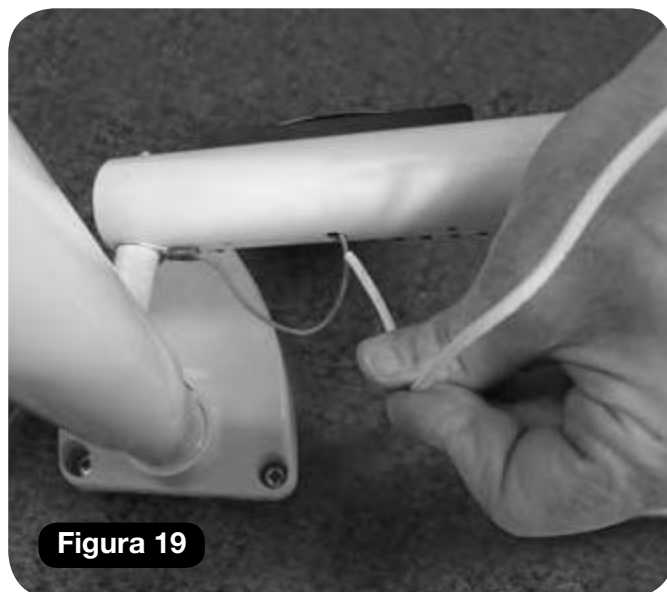

Figura 19
- e Alimentare il cavo di alimentazione attraverso lo stesso foro all'estremità della sezione della rotaia (**Figura 19**).